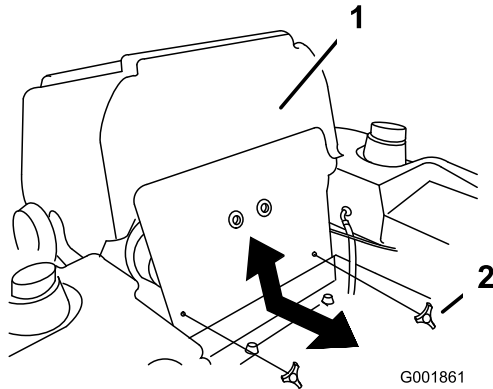

Figura 39
3. Incline el asiento hacia adelante y retire el panel delantero del motor (Figura 39).